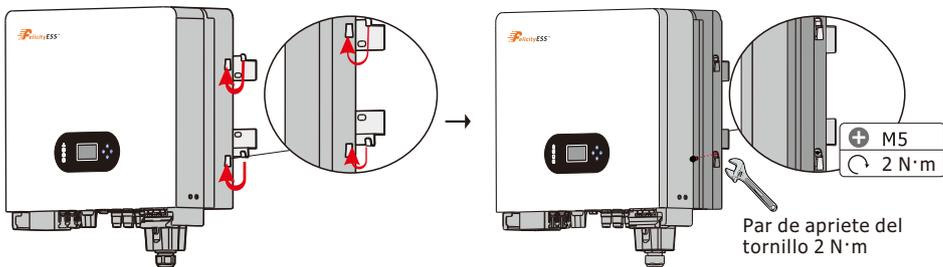

Figura 3.4-2 Instalando un Inversor
Paso 2. Levante el inversor para fijarlo en el soporte de instalación. Podemos prevenir robos bloqueándolo. Ver figura 3.4-2.